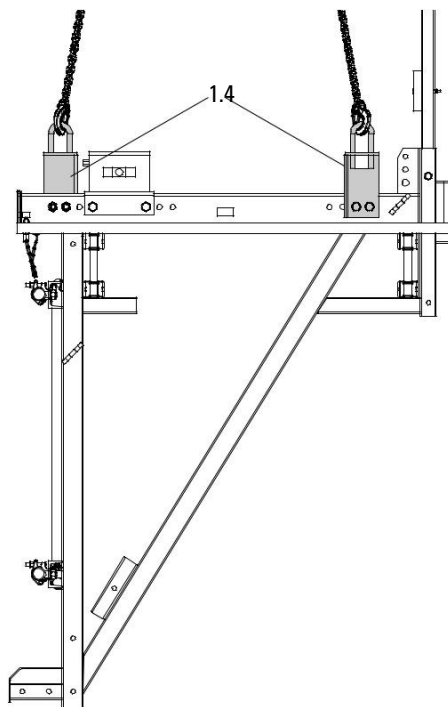

Fig. B1.19
2. Прикрепете повдигащата кука към скобите на платформените свързки. (Fig. B1.19)